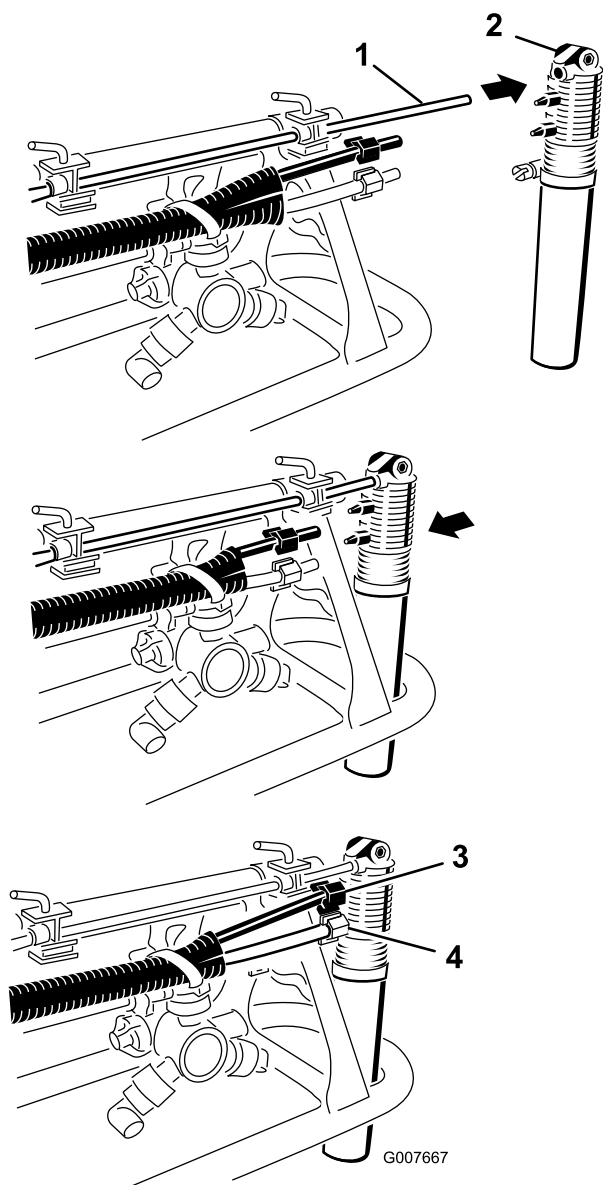

Figura 21
1. Localizai duzele pentru spumă în piesele slăbite și instalează o duză pe tija de montare, așa cum se arată în (Figura 21).